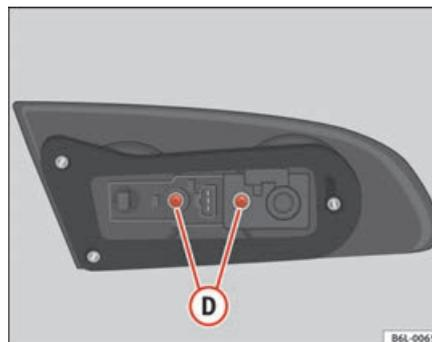

Fig. 165 Accesso alla lampadina
- Svitare le viti (D) ⇒ fig. 165 ed estrarre il portalampada.